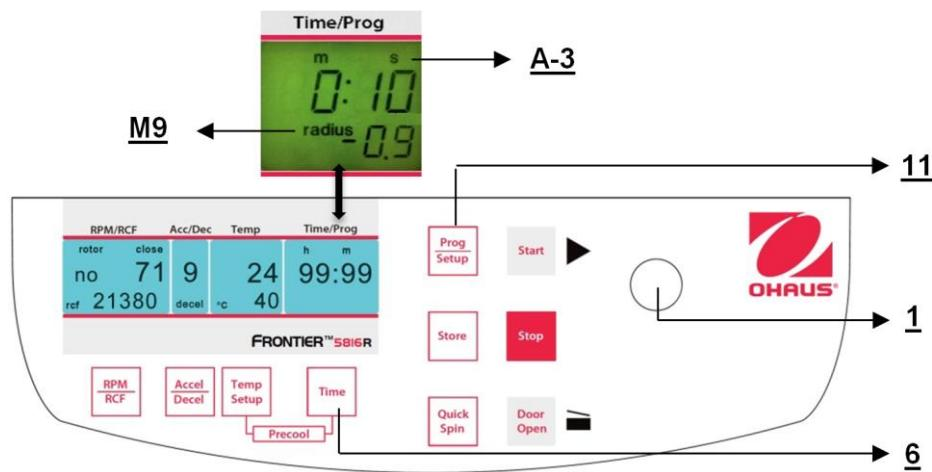

Figura 21
Cierre la tapa, luego presione el botón "Time" (6) (vea la Figura 21) y el botón "Prog/Setup" (11) al mismo tiempo y manténgalos presionados.